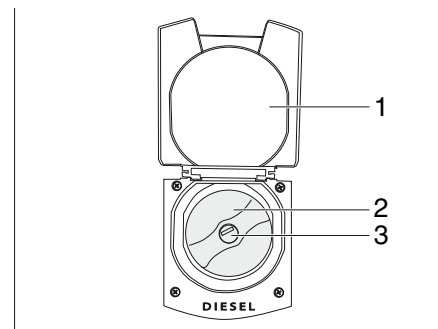

Fig. 33 Tapa de cierre abierta con tubo de llenado de combustible
- Cerrar la tapa de cierre (Fig. 33,1).